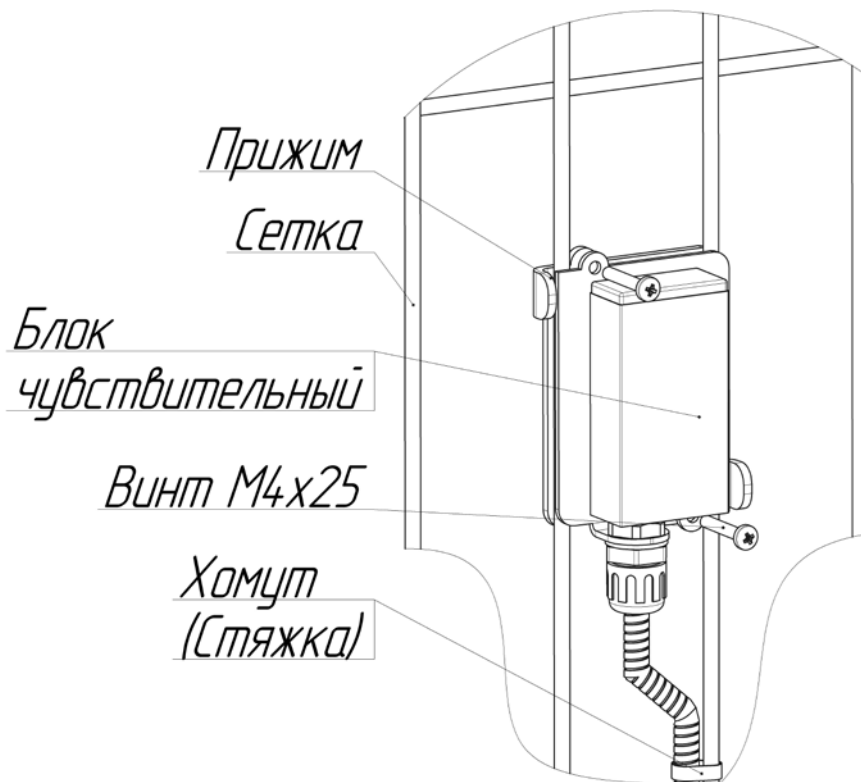
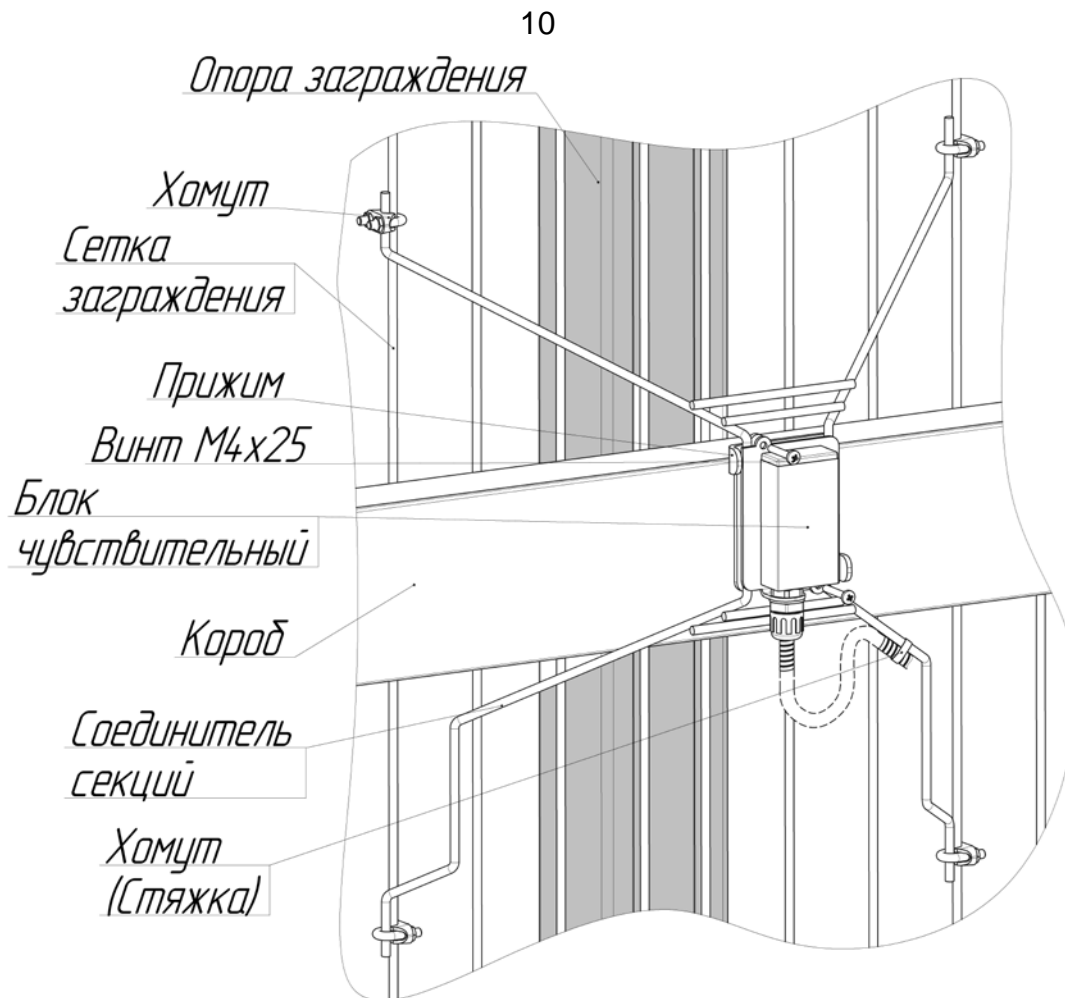

Рисунок 4 – Крепление БЧ на сетке
Рисунок 5 – Крепление БЧ на соединителе секций
- БЧ устанавливается непосредственно на нижнюю панель ограждения посередине секции (рисунок 4). Учитывая, что вибрация ограждения при воздействиях на него передаются через металлические опоры, при условии жесткого крепления полотен секций на металлических опорах извещатель может использоваться для контроля 3 секций, при этом рекомендуется дополнительное соединение секций между собой соединителями секций (рисунок 5). Допускается увеличение локальной зоны контроля извещателя до 5 секций при условии соединения всех секций соединителями.